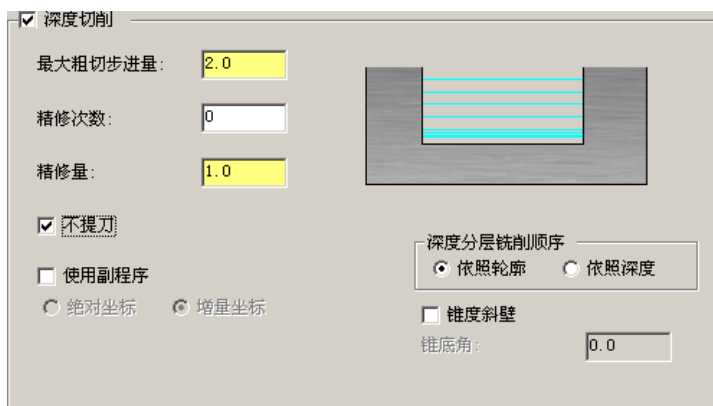

图 9.39 “深度切削”参数设置界面
(1) 设置深度参数。在“2D 刀具路径 - 外形铣削”对话框中的左侧节点列表中, 单击 **z轴分层铣削** 节点, 设置图 9.39 所示的参数。